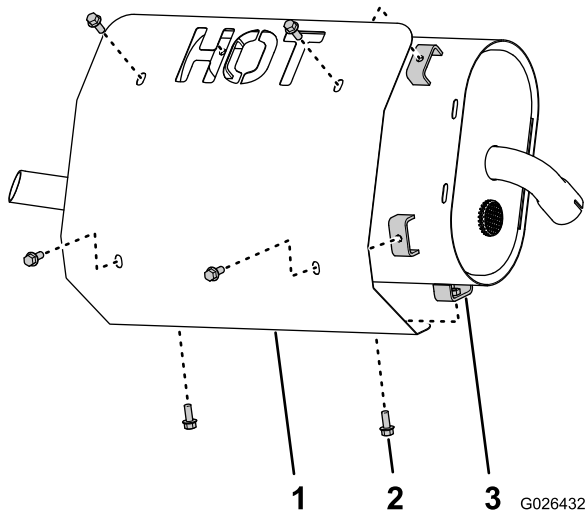

Figura 7
1. Alinhe os furos na protecção contra o calor com as porcas soldadas nos apoios das protecções da panela de escape (Figura 7).
2. Monte a protecção da panela de escape (Figura 7) com 6 parafusos de cabeça sextavada (1/4 x 5/8 pol.)